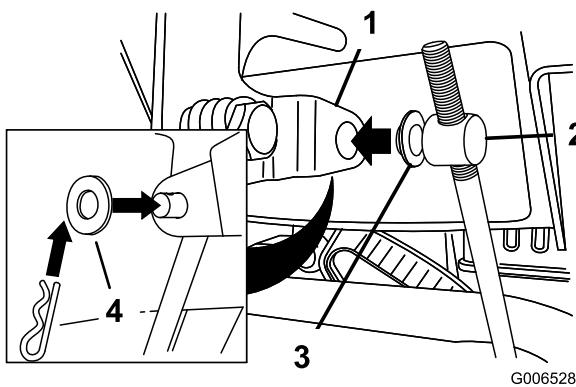

Figure 12
3. Retirez la goupille fendue et la rondelle extérieure du tourillon à l'extrémité supérieure de la tige de commande de vitesse (Figure 12).
Remarque: Pour faciliter l'installation, laissez la rondelle plate sur le tourillon (Figure 12).
6. Soulevez la tige de commande de vitesse et insérez le tourillon dans le trou du levier sélecteur de vitesses (Figure 12).
- B. Retirez le tourillon du sélecteur de vitesses (Figure 12).
- C. Tournez le tourillon vers le bas (sens horaire) sur la tige de commande de vitesse (Figure 12).
- D. Remettez le tourillon sur le sélecteur de vitesses (Figure 12).
- C. Tournez le tourillon vers le haut (sens antihoraire) sur la tige de commande de vitesse (Figure 12).